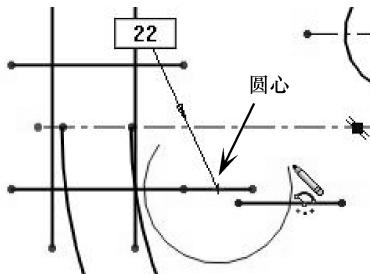

图 2-146 绘制半径为 22 的圆弧
- 14 使用【圆弧】工具，选择【圆心/起/终点】类型，在图形区中绘制半径为 22 的圆弧，如图 2-146 所示。